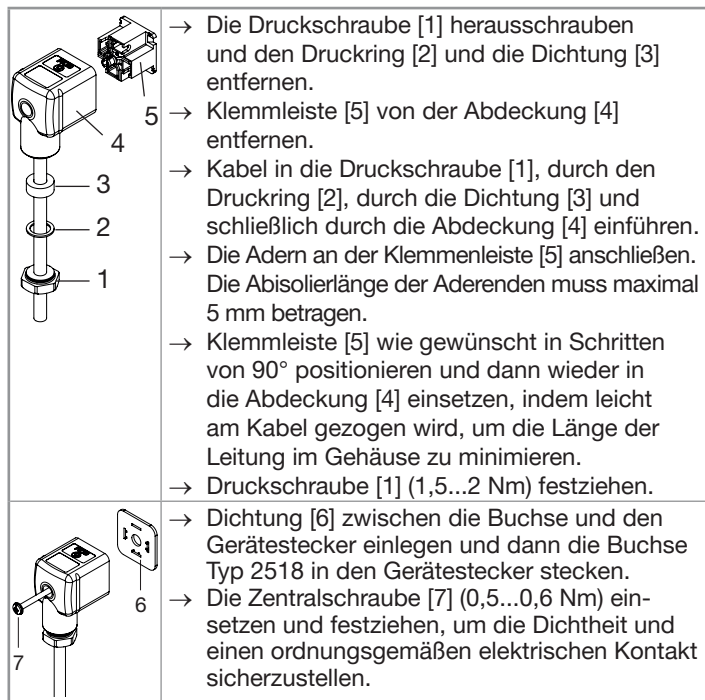

Abb. 6: Montage der Buchse Typ 2518 (mitgeliefert)
- Die Mutter [1] (siehe Abb. 6) an der mit dem Gerät gelieferten Buchse Typ 2518 abschrauben.